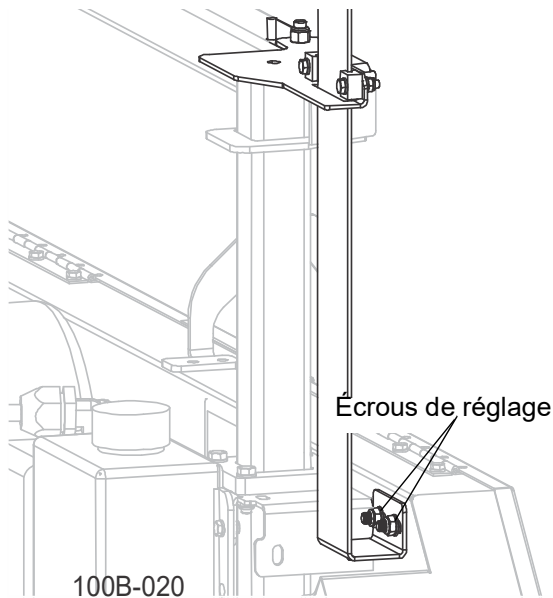

FIG. 4-15
3. Ajustez l'échelle de lame jusqu'à ce qu'elle corresponde à la mesure lame-banc. Lorsque l'échelle et les mesures lame-banc sont identiques, serrez les écrous de réglage de l'échelle. (Voir FIG. 4-15 .)